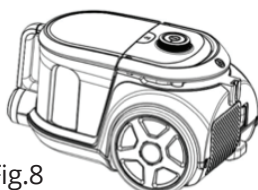

Fig.8
1. Come viene mostrato nella fig.8, premere il pulsante di rilascio del contenitore raccogli-polvere per rimuoverlo (Fig.8).